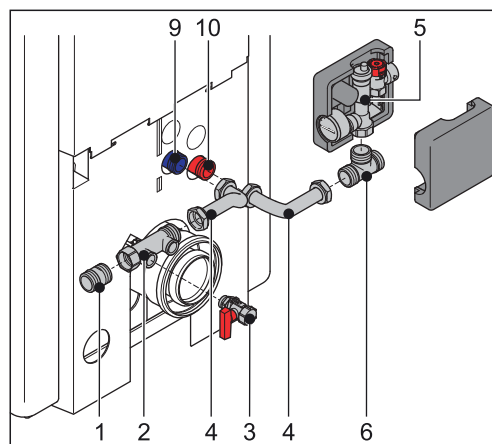

Figura 8-2 Montaggio gruppo di sicurezza SBG A1 (legenda v. figura 8-1)
- Montare i componenti del gruppo di sicurezza SBG A1 al raccordo di mandata e ritorno, come indicato in figura 8-2 ROTEX A1 BO.